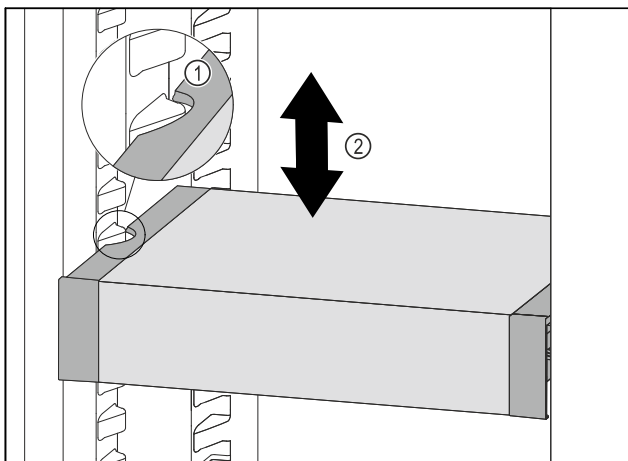

Fig. 113
- Tirare VarioSafe in avanti fino a quando le cavità laterali di VarioSafe non si trovano al livello della nervatura del contenitore nel vano frigorifero. Fig. 113 (1)
- Spostare VarioSafe verso l'alto o verso il basso nel vano frigorifero fino a raggiungere l'altezza desiderata. Fig. 113 (2)